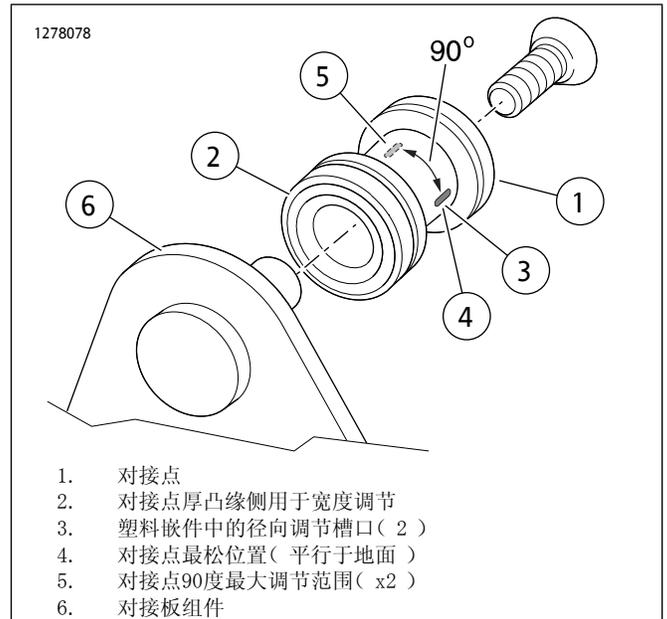

图2。安装对接点
- d. 参见图2。转动每个对接点，使槽口处于水平位置(4)。
参见图2。
- e. 参见图2。转动每个对接点, 使槽口处于水平位置(4)。拧紧螺丝直到抵紧。
- f. 参见图2。转动每个对接点, 使槽口处于水平位置(4)。拧紧螺丝直到抵紧。
- b. 参见图2。略微转动对接点(1)使其偏离水平位置(4)。